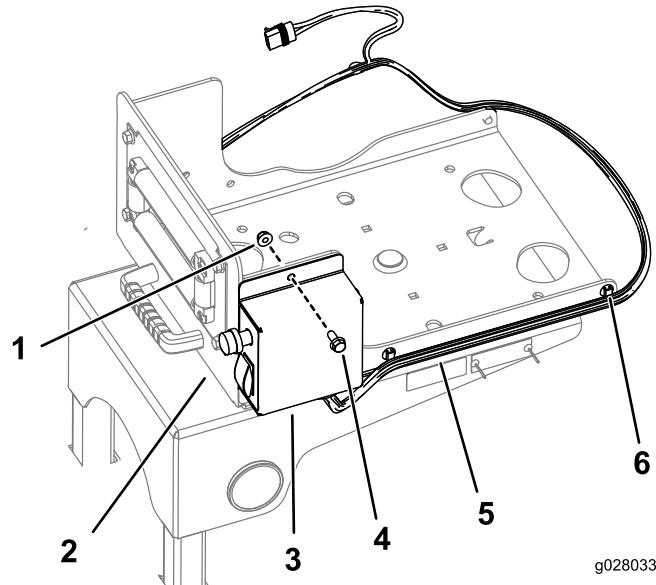

**Bild 9**
2. Befestigen Sie die Druckscheibe und den Sprengring an der Unterseite des Schlauchtrommelrahmens an der Strebe an der Schwenkplatte (Bild 9).